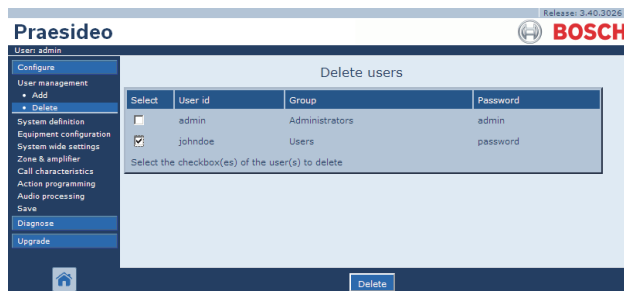

figura 42.6: Cancellazione utente, passaggio 2.
- 2 Selezionare la casella corrispondente all'account che deve essere cancellato (vedere figura 42.6).